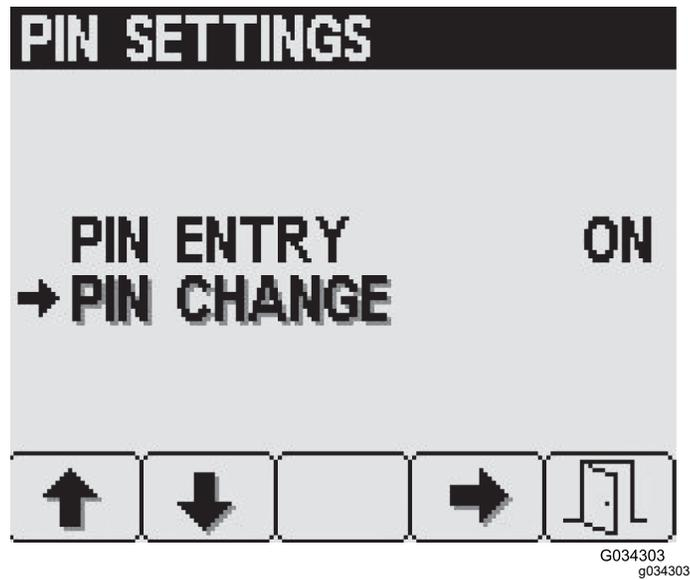

Figure 26
- Appuyez sur le bouton 1 ou 2 pour sélectionner l'option CHANGEMENT DE CODE PIN (Figure 26).
- Appuyez sur le bouton 4 pour sélectionner l'option CHANGEMENT DE CODE PIN (Figure 26).